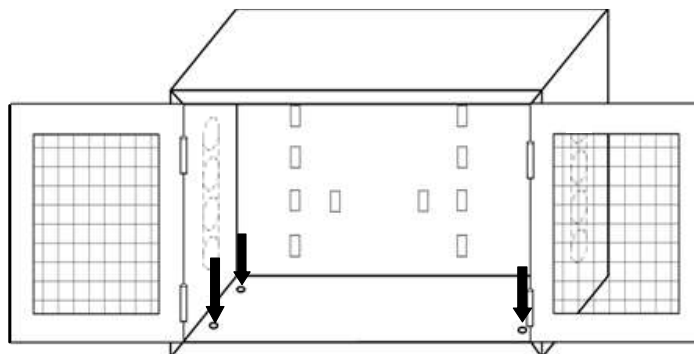

Рисунок 2 Пример сборки стенда модульного
- 4.4. При оформлении модульного пожарного стенда СМП щит ЩПЗ/ЩПЗР устанавливают на верхнюю крышку ящика для песка ЯПРС-0,3 или ЯПРС-0,5 и крепят через монтажные отверстия, используя крепеж, идущий в комплекте с ящиком ЯПРС (рис.2).